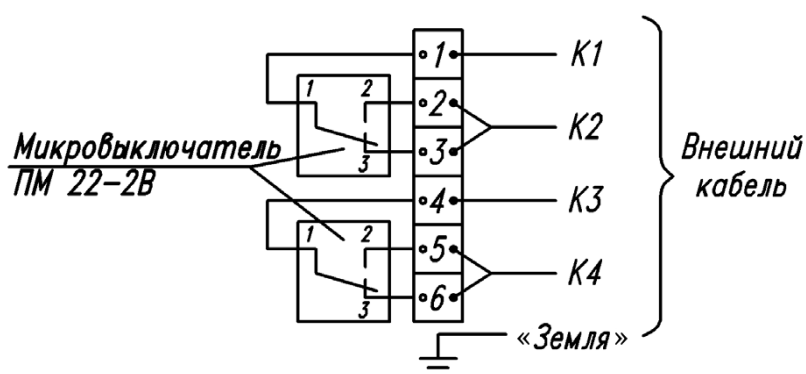
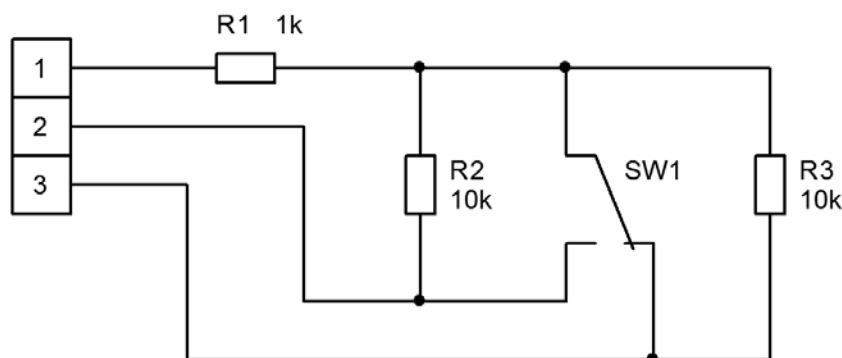

Рис. 65. Стандартная схема подключения
Рис. 66. Схема подключения по Natur (EN60 947-5-6)
Коммутация КВД с внешними электрическими цепями осуществляется через кабельный ввод (1) и клеммную колодку (3) «под винт». Стандартная схема подключения электрических цепей «сухой контакт» представлена на рис. 65, а схема соответствующая стандарту NAMUR на рис. 66. Также существует исполнение КВД со светодиодной индикацией, КВД комплектуется крышкой (7, 1) со световым окном, что значительно упрощает процесс настройки КВД и визуального определения положения клапана при обходе установки.